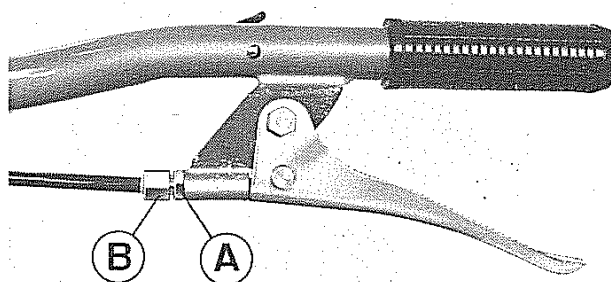

Fig. 11 - Registrazione frizione
- Allentare il controdado **A** (fig. 11)